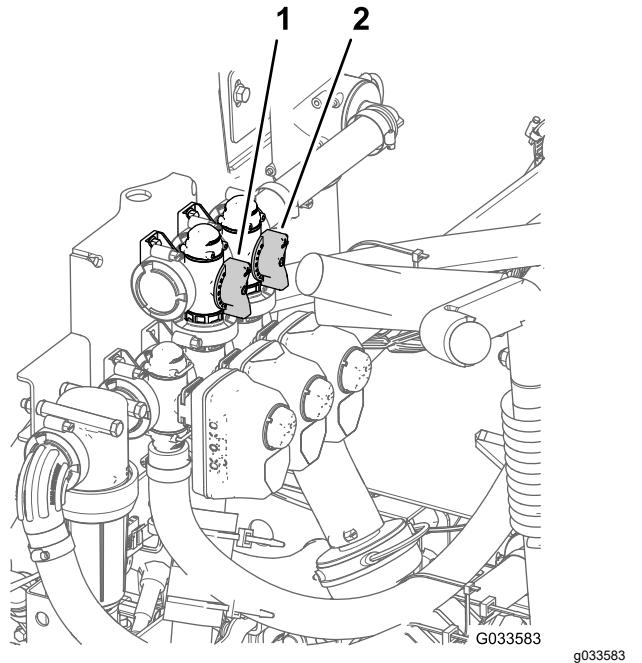

Bild 87
11. Stellen Sie das Rührwerksicherheitsventil (Bild 87) hinten am Rührwerkventil so lange ein, bis das Druckmanometer 6,9 bar anzeigt.
- 8. Stellen Sie den Griff am Sicherheitsventil des Hauptabschnitts ein, um die Rührwerkstärke im Behälter zu steuern (**Bild 87**).